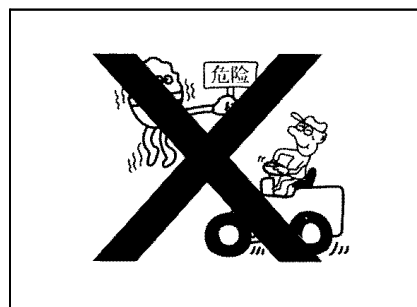

Рис. 1-50
- Нагрузочное количество груза должно быть не более номинальной способности. Убедиться в том, что нагрузка погрузчика находится в допустимом пределе, чтобы не создалась перегрузка. Сюйчжоуское машиностроительное и научно –техническое ООО XCMG не отвечает за повреждение погрузчика и людей, вызванное перегрузкой(рис. 1-50). .